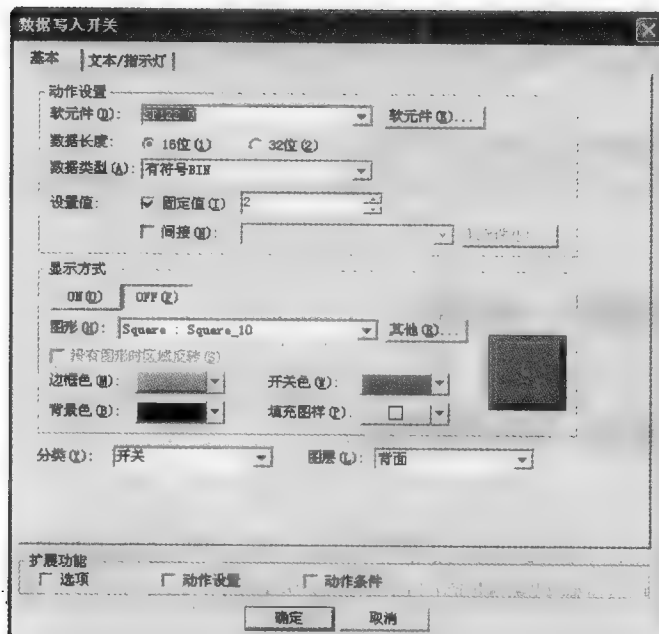

图 8-34 数据写入开关设置 1
(4) 按钮对象 以起动按钮为例，在工具栏中点 $S \nabla$ 下的数据写入开关，在编辑区合适位置点击，再按 ESC 键，双击已添加的按钮对象，出现如图 8-34 所示窗口，软元件选择“SP122”，站台号为“0”，设定值选中固定值并输入“2”，显示方式分别设置 ON 和 OFF 下的图形样式和颜色设置，设置完毕，单击“文本/指示灯”标签。